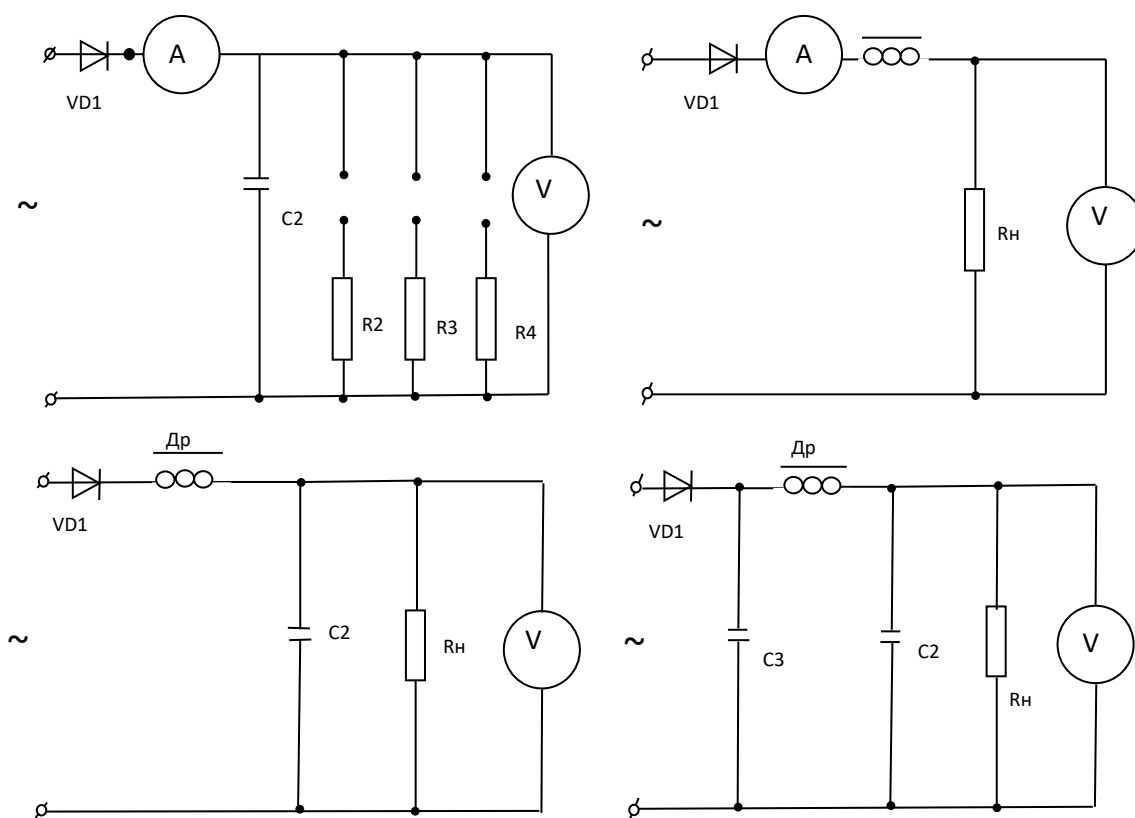

Рис. 1
1. Исследовать различные сглаживающих фильтры (рис.1)